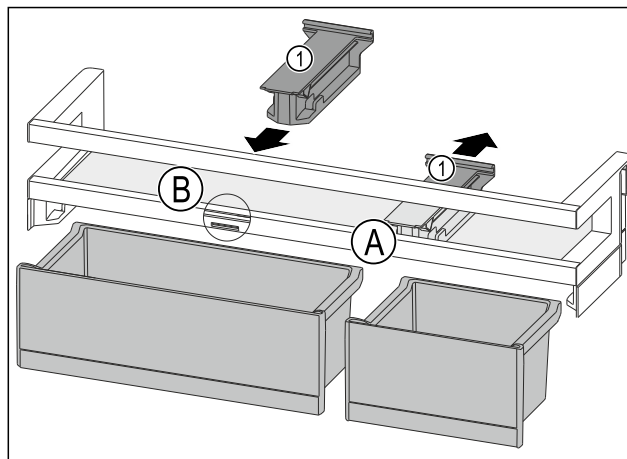

Fig. 87
- Trekk av holdedelen Fig. 87 (1) i posisjon Fig. 87 (A) bakover.
- Sett inn holdedelen Fig. 87 (1) i posisjon Fig. 87 (B).